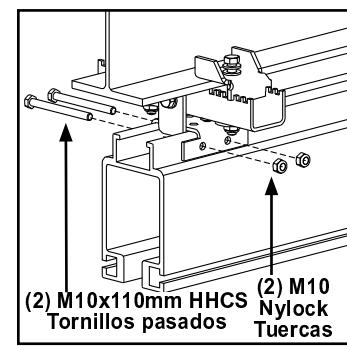

Figura 3-29
- Paso 3. Instale Dos (2) M10 x 110 mm HHCS con tuerca M10 nylock. **Apriete tornillos hasta que asienten + 1/4 de vuelta**. No apretar de más, puede doblar el soporte. Vea Figura 3-29.